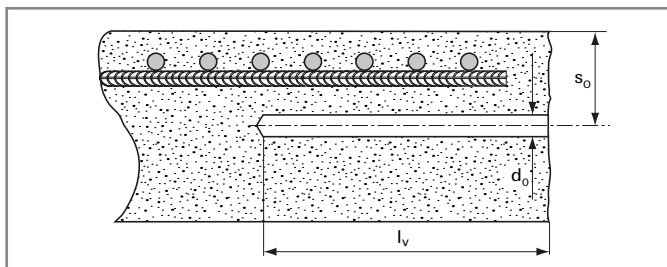

Fig. 4: Ancoraggio vicino al bordo
- L'esecutore deve assicurarsi che, in caso di ancoraggio vicino al bordo della struttura (fig. 4), venga rispettato un copriferro minimo c_{min} (Tab. 1) e l'interasse minimo $a_{s,min}$ (equazione 1) tra le barre di ripresa inserite con l'ancorante.